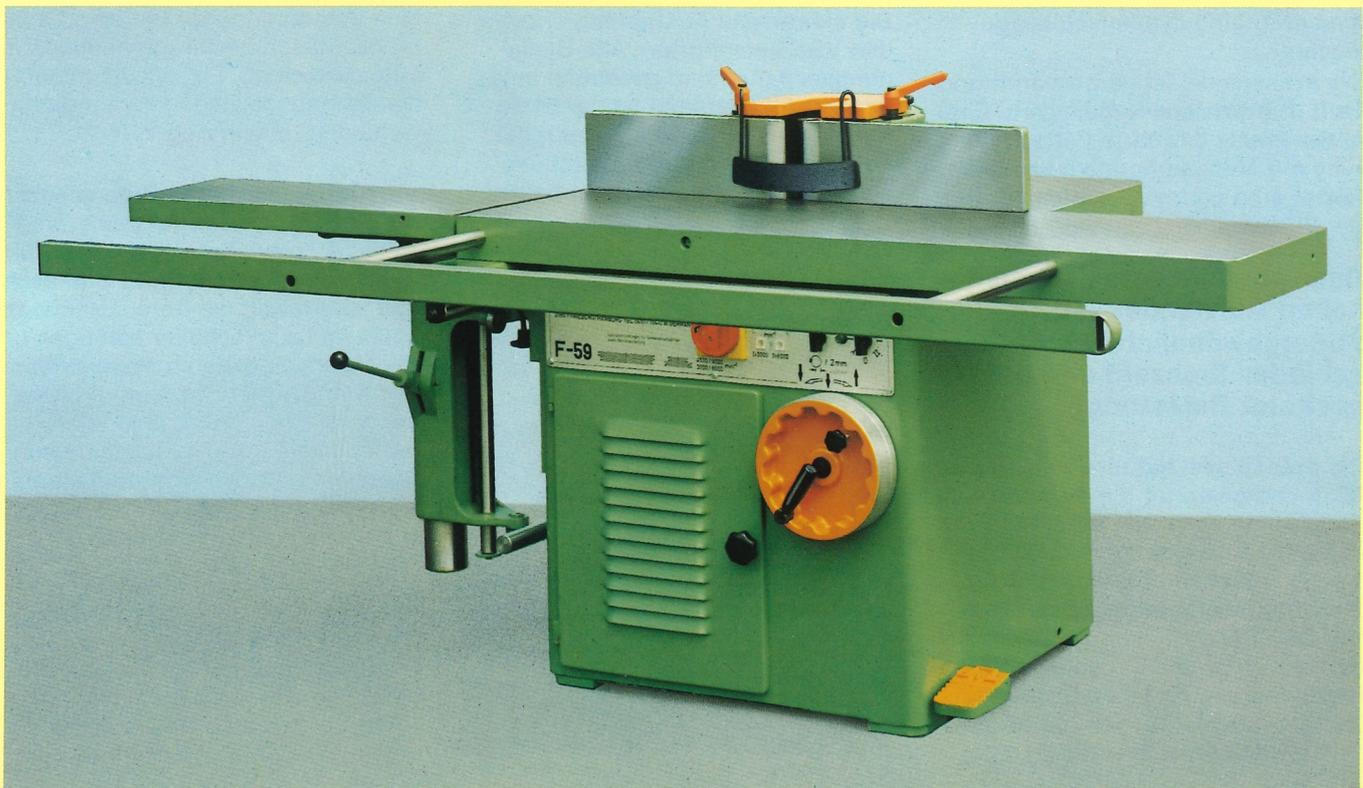
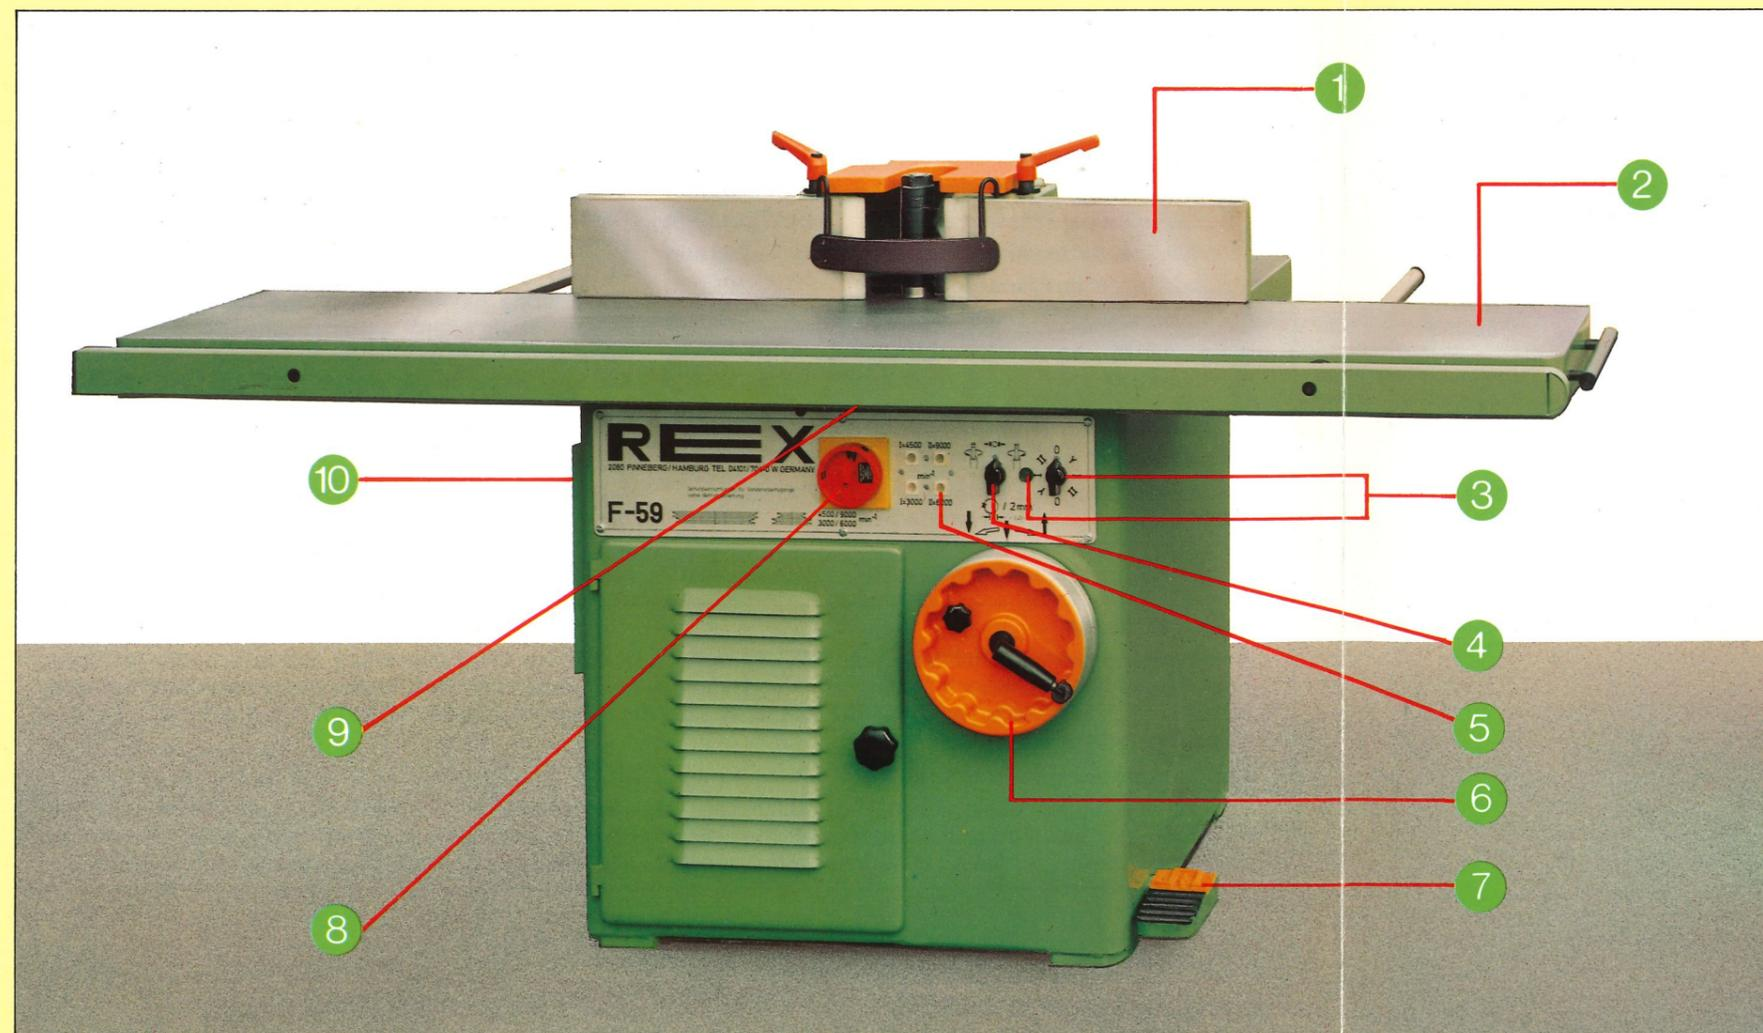

Abb. 10
Abb. 2
Tischverlängerungen für die Bearbeitung großflächiger Werkstücke können angebaut werden. (Siehe Abb. 2 und Abb. 10).
- F-59 Abb. 2 Tischfräsmaschine mit Tischverlängerung und ausziehbarer Werkstückauflage 2000 x 900 mm